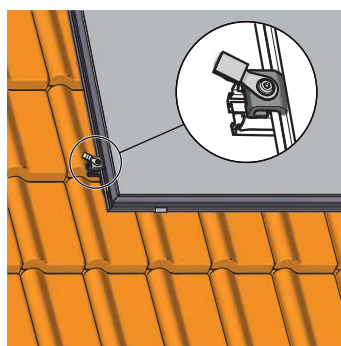

Fig. 3-22 Fase di lavoro 6a
- a)  del raccordo di ritorno nel profilo di montaggio e avvitare saldamente con chiave a esagono cavo (fig. 3-22).